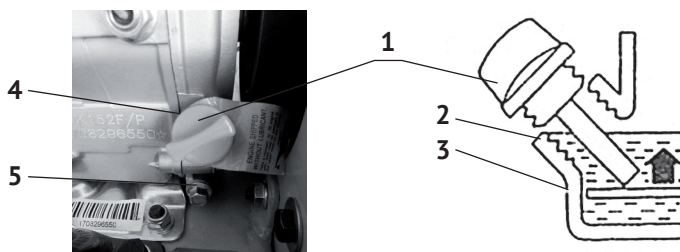

рис.3
Выкрутите пробку-щуп (рис.3 поз.1) из маслозаливной горловины (рис.3 поз.4) и залейте в картер масло необходимой марки до нижнего края горловины, как показано на рис.3. Вставьте сухой чистый щуп в горловину картера и выньте его. Проверьте уровень масла: граница смоченной области щупа должна располагаться между отметками минимального (рис.3 поз.3) и максимального (рис.3 поз.2) уровней.
- на прогревом до рабочей температуры двигателе, открутите пробку-щуп маслозаливной горловины (рис.3 поз.1);
- открутив болт-пробку маслосливного отверстия (рис.3 поз.4), слейте из кар-
- залейте масло в горловину, до нижнего края заливного отверстия (рис.3, поз. 2,3)